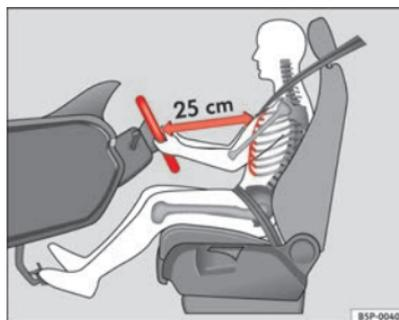

Fig. 138 Posizione corretta sul sedile di guida
- Posizionare il volante nel modo desiderato ⇒ fig. 138.
- Regolare il sedile del conducente o la posizione del volante in modo tale che la distanza tra il volante stesso e lo sterzo del conducente sia di almeno 25 cm → fig. 138. Se la distanza minima non viene rispettata, l'efficacia del sistema degli airbag si riduce, con gravi rischi per l'incolumità delle persone (non escluso quello di morte).